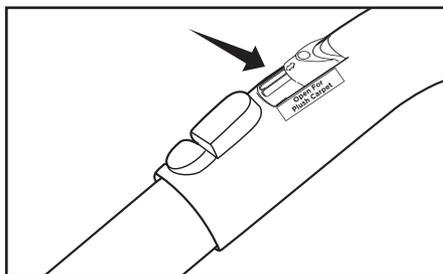

Fig. 3
- Localice la válvula de alivio de aspiración en el mango de la manguera y deslícela hacia atrás (Fig. 3). Esto reduce la potencia de aspiración que pasa a través de la herramienta. Deslice la válvula hacia adelante cuando haya terminado para restaurar la potencia de aspiración completa.